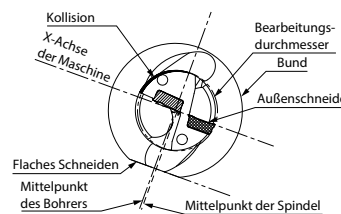

Abb. 4 Übermäßiger Offset (für kleinere Bohrdurchmesser)
1. Stellen Sie den Bohrer mit der äußeren Wendeschneidplatte parallel zur x-Achse des Revolvers ein. (Abb. 4)
Dieses Verschieben entlang der Achse wird als „Offset“ bezeichnet. Stellen Sie sicher, dass Sie den Bohrdurchmesser nicht kleiner einstellen als den Bohrerdurchmesser (Abweichung 0,2 mm oder mehr). Andernfalls kollidiert der Werkzeughalter mit der Bohrung (Abb. 4)